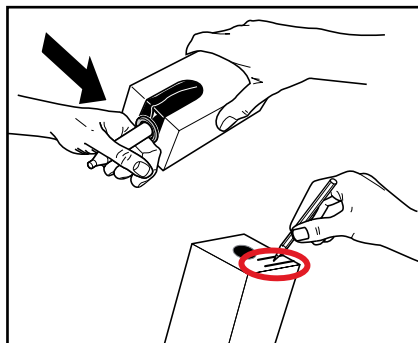

图 19
4. 请将塑料外包装去除并将产品失效期写在产品袋上。(图 19)
5. 请按照产品袋上的说明将计量输出器打开。(图 19)